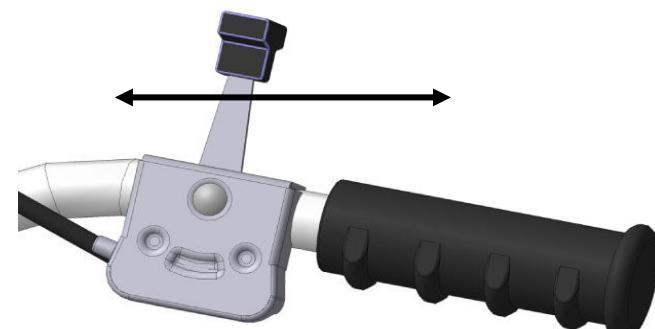

Рис. 6 Акселератор в комплекте с тросом (Ручка газа)
- Переместите ручку газа в положения «Max.» при запуске холодного двигателя. (Рис. 6).
- 8.4. Переместить ручку акселератора на 3/4 хода относительно положения «Min.». (Рис.6)
- установить ручку акселератора в положение «Min». (Рис.6)